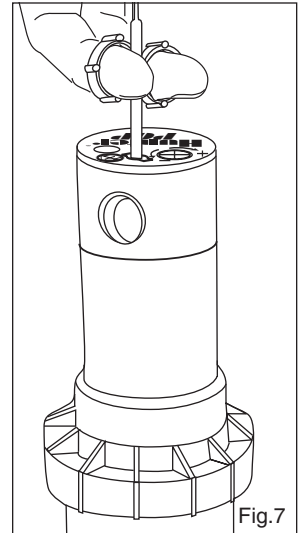

Fig. 7
1. Inserte la terminal de plástico de la llave Hunter en el orificio de levante del vástago y gírela a 90° Levante el vástago para tener acceso a la boquilla (Fig. 7).